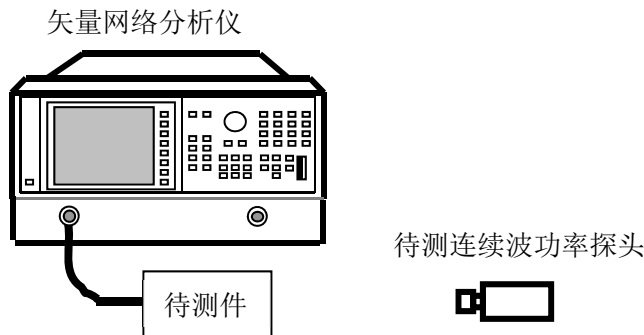

图 8.6 连续波功率探头端口驻波比的测试框图
- 1) 按照图 8.6 所示连接测试仪器。开机复位，预热至少 30min。